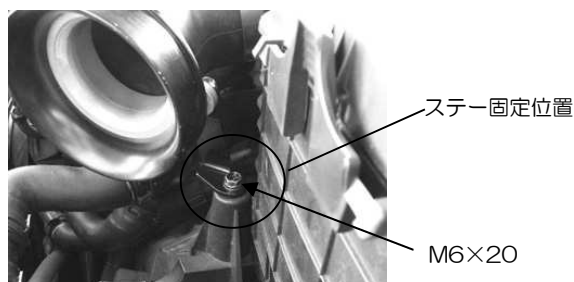

図 7
- 6) 組み立てたアダプターASSY を車両へ取り付けます。図 7 参照